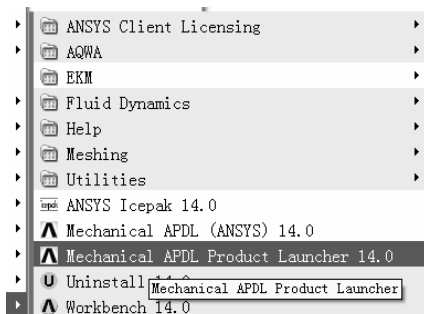
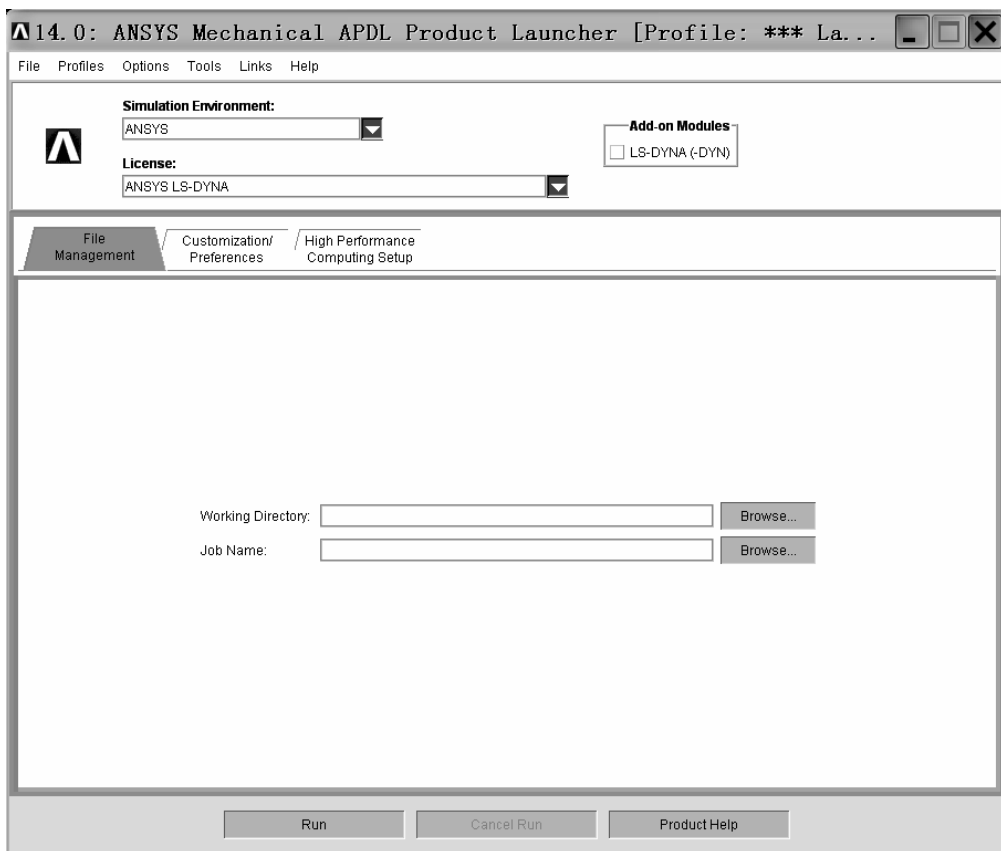

图 10-55 “Mechanical APDL Product Launcher 14.0”图标
图 10-56 “14.0: ANSYS Mechanical APDL Product Launcher [Profile:***La...]”窗口
(1) 在“开始”菜单中指向“ANSYS 14.0”文件夹，出现“Mechanical APDL Product Launcher 14.0”图标（见图 10-55）。单击“Mechanical APDL Product Launcher 14.0”图标，弹出“14.0: ANSYS Mechanical APDL Product Launcher [Profile:***La...]”窗口（见图 10-56）。